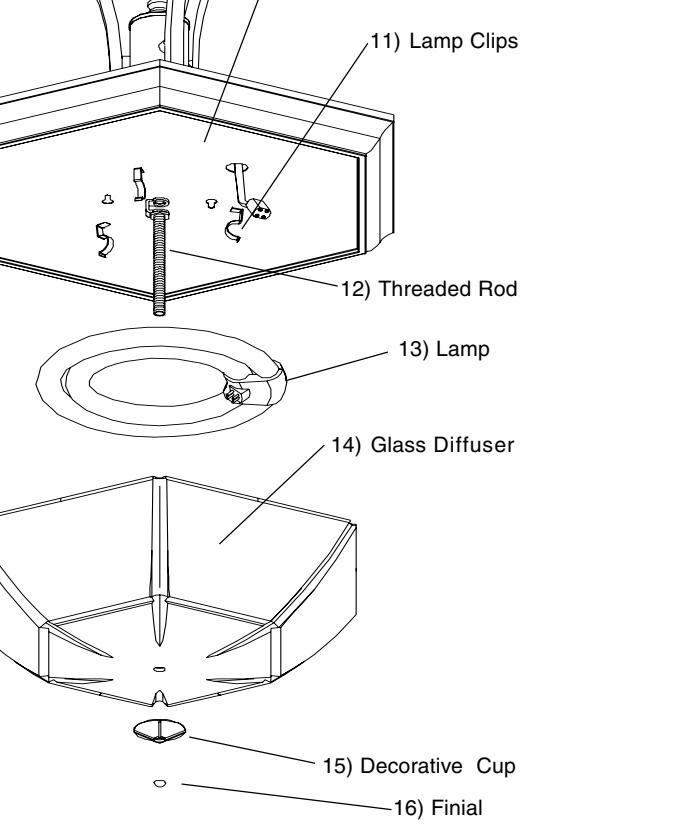

Figure 2
8. Levante el Espaciador de Sobrecielo (6) hasta el techo y totalmente enrosque la Tuerca del Espaciador de Sobrecielo (5) al Lazo del Espaciador de Sobrecielo (5).
9. Instalación de la lámpara: Con las horquillas de suministro en la Lámpara (13) mirando hacia abajo, enchufe el conector de suministro del balastro en receptáculo de suministro de la lámpara. Coloque la lámpara sobre las dos Grapas de la Lámpara (11) y empuje suavemente la lámpara sobre la tercera grapa mientras tire la grapa levemente hacia atrás.
11. Conecte la Varilla Roscada (12) a la carcasa del luminario y alinee el agujero en el difusor de cristal (11) con la varilla roscada (12) conectada a la carcasa (10) - coloque en la carcasa. (Aprox. 5/8" de la varilla deberá estar expuesta por debajo del cristal - ajuste como necesario). Vea Fig. 2.
12. Asegure con copa Decorativa (15) y Finial (16).